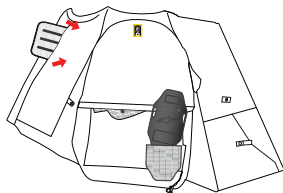

Figure 15
5. En ce qui concerne la partie avant de l'Airbag qui couvre la poitrine, ouvrez le clip, détachez les bandes auto-agrippantes placées à l'avant et à l'arrière de l'Airbag. Enfin, retirez l'Airbag par l'ouverture présente au-dessus de la manche droite (Figure 15).